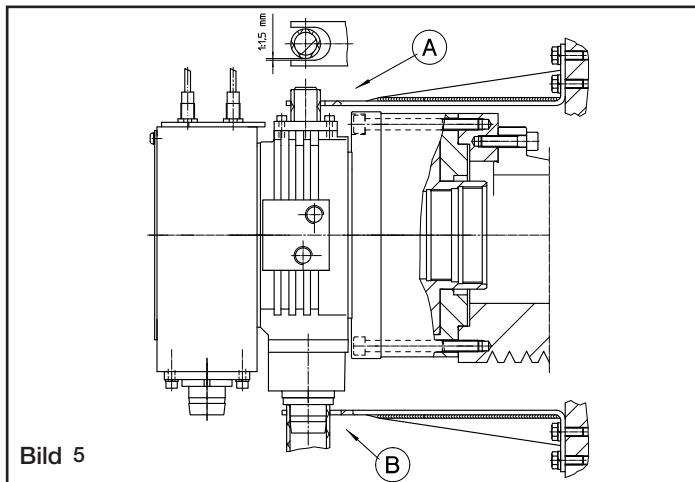

Bild 5
- 3.3 **Achtung!** Es dürfen nur Verschraubungen mit zylindrischen Gewinden und entsprechenden Dichtscheiben verwendet werden, niemals Verschraubungen mit konischen Gewinden verwenden. Die Drehzuführung, der nicht rotierende Teil des Hydraulikzylinders, muss gegen Verdrehen mittels einer geeigneten Konsole, die an der Maschine angebracht wird, gesichert werden (Bild 5, z.B. A oder B). Die Konsole muss eine Bohrung zur Aufnahme des Verdrehsicherungsstiftes besitzen